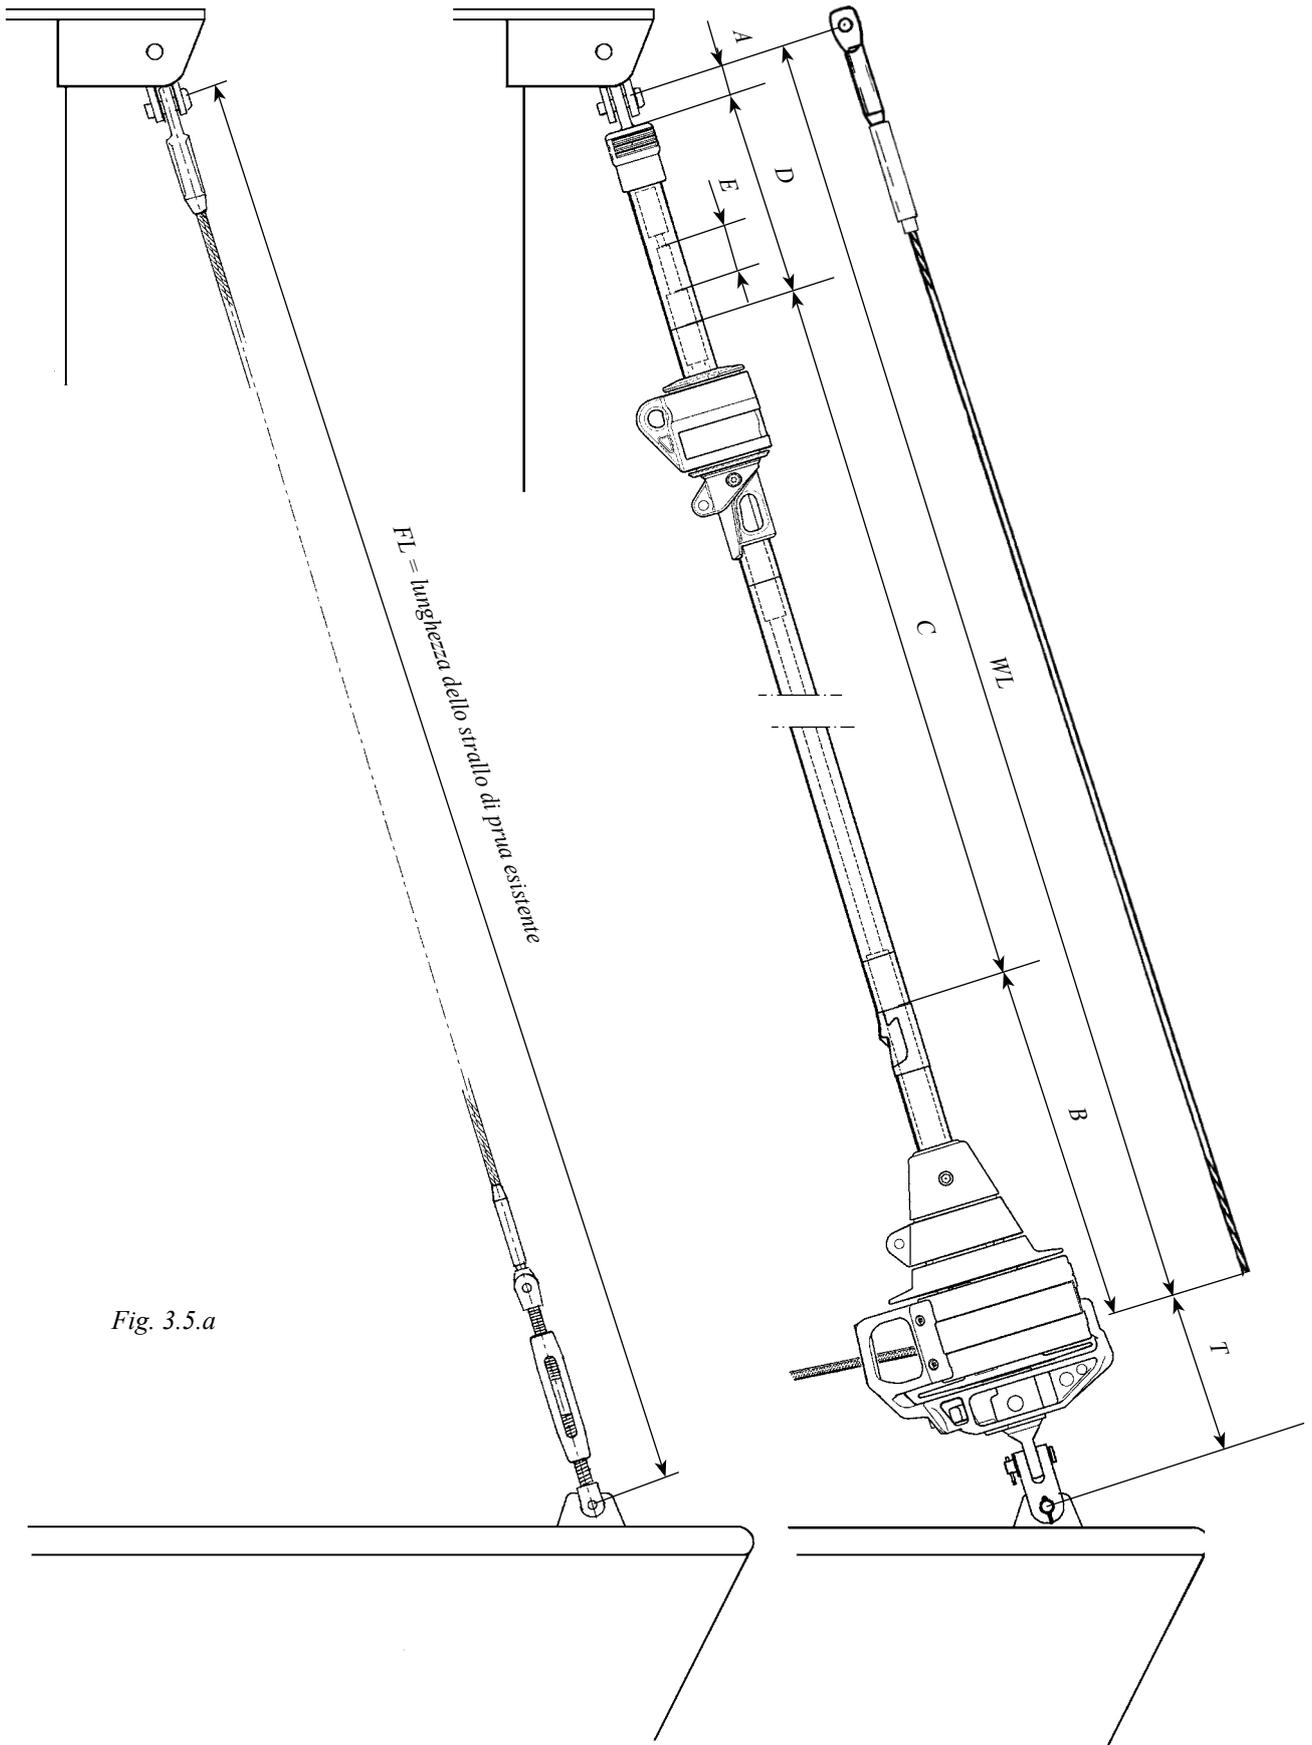

Fig. 3.5.a
16. Controllare la lunghezza FL dello strallo come da Tabella 1 (3.5.1) e Fig.: 3.5 a . Nel caso l'installazione preveda il terminale regolabile svitarlo per circa il 50% della sua estensione. (Vedi "Regolazione del terminale regolabile" tabella 14.1.1).